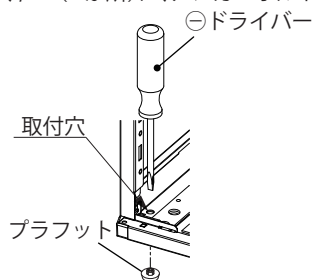

図1
1. FVH はラック本体底面の取付穴にあるブラフット(4か所)を⊖ドライバーなどを利用し、ラック内側からブラフットの中央部を押して取り外してください。(図1)